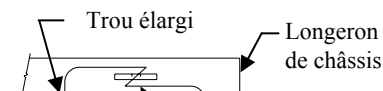

Figure 3.
①	Qté (4)	Boulon de carrosserie 7/16-14 X 1.25	③	Qté (4)	Rondelle conique
②	Qté (4)	Espaceur	④	Qté (4)	Écrou 7/16-14
- Enlever les deux (2) supports de silencieux en caoutchouc pour abaisser le tuyau d'échappement.
- Insérer le fil de tirage dans le trou élargi et y attacher un espaceur et un boulon (un à la fois) que l'on acheminera dans le longeron de châssis. Laisser le fil de tirage lié aux pièces de visserie. Procéder ainsi pour les deux longerons de châssis, comme illustré à la figure 3.